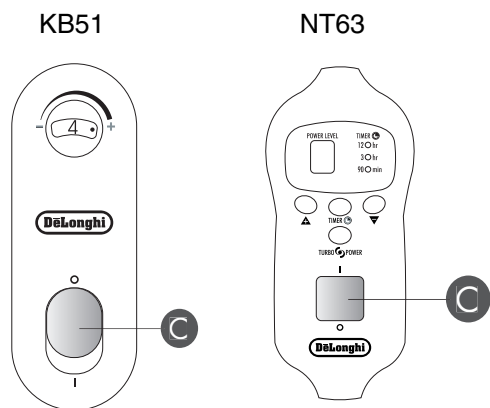

Fig. 3
- Posizionare l'interruttore di accensione del comando **(C)** in posizione **0** (vedi fig.3) e inserire la spina del comando nella presa di corrente.